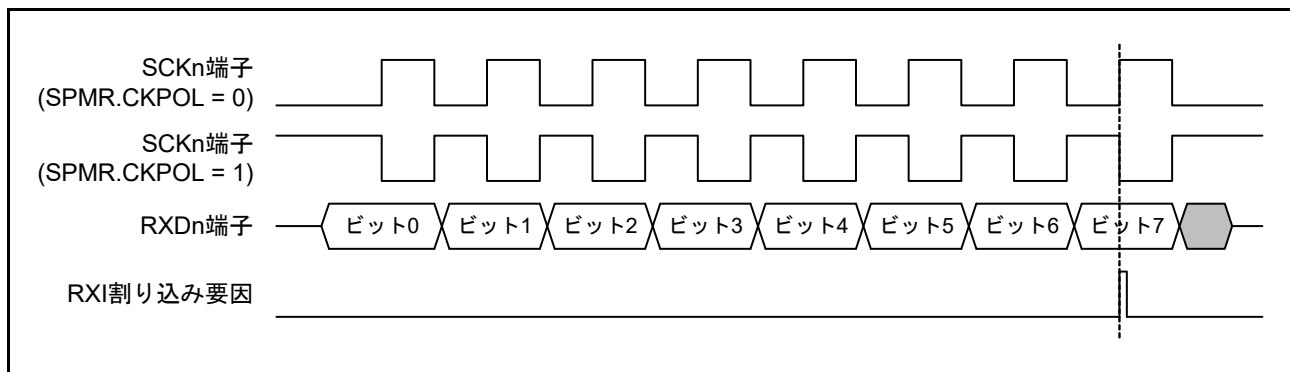

図 27.80 簡易 SPI モード (クロック遅れあり) RXI 割り込み発生タイミング
- クロック遅れあり設定 (SPMR.CKPH ビット=1) の場合、図 27.80 に示すように SCKn 端子の最終クロックエッジ手前のクロックエッジで受信データフル割り込み (RXI) が発生します。このとき、SCR レジスタの TE、RE ビットを SCKn 端子の最終クロックエッジより前に“0”に設定すると SCKn 端子出力がハイインピーダンスとなり、最終送受信クロックのクロックパルス幅が短くなります。また、RXI 割り込み後、SCKn 端子の最終クロックエッジより前に接続先スレーブに対する SSn# 端子入力信号を High にするとスレーブが誤動作する可能性があります。